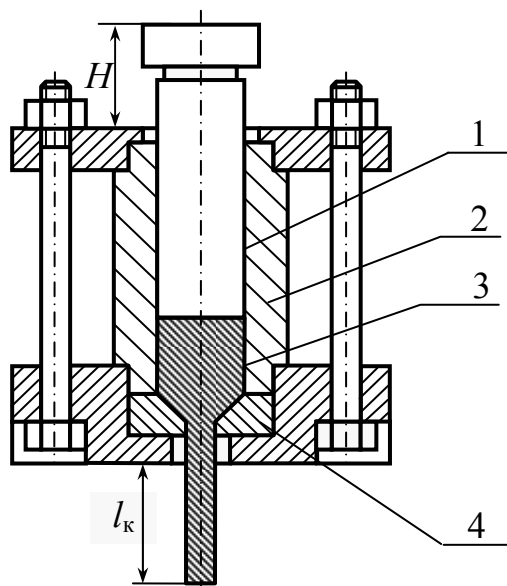

Рис. 3
3.1. Указать основные части лабораторного инструмента для прессования (рис. 3).